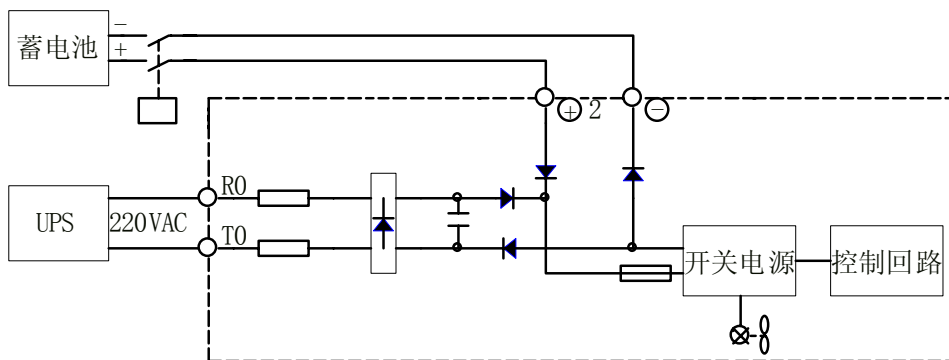

图 3.7 停电时应急电源和蓄电池接线图
- 电梯正常运行时，UPS 的交流 220V 也一直接在电梯一体化驱动控制器的 R0、T0 端子上，应急电源的连接方法见图 3.7。